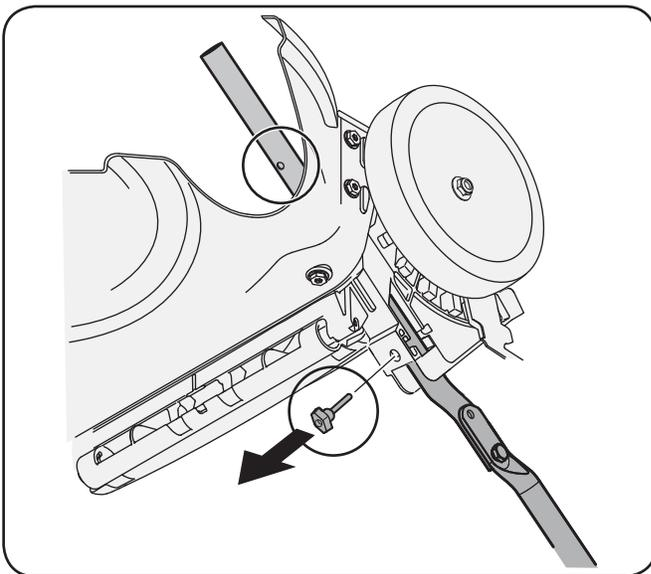

Figure 3-3
- Retirez les boulons à tête en T des supports du guidon, comme la Figure 3-3.
- Relevez le guidon jusqu'à ce que les trous du guidon inférieur (voir l'éclaté de la Figure 3-3) s'alignent avec les trous des supports du guidon. Voir la Figure 3-4.